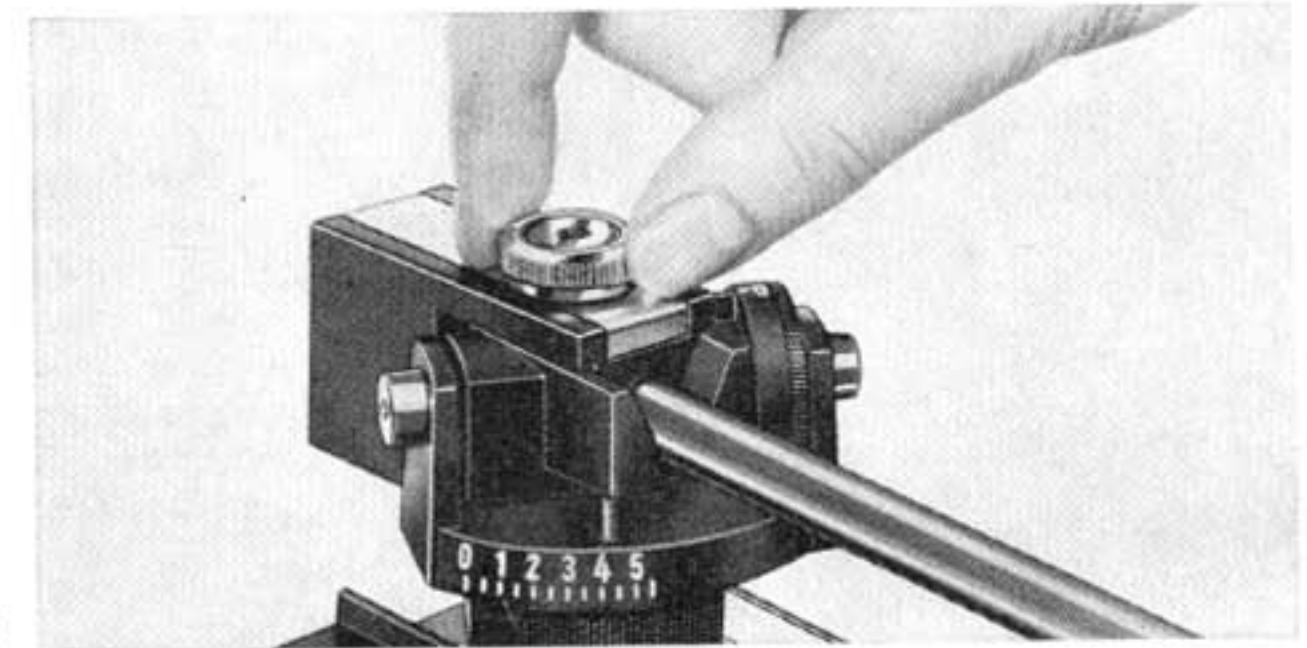
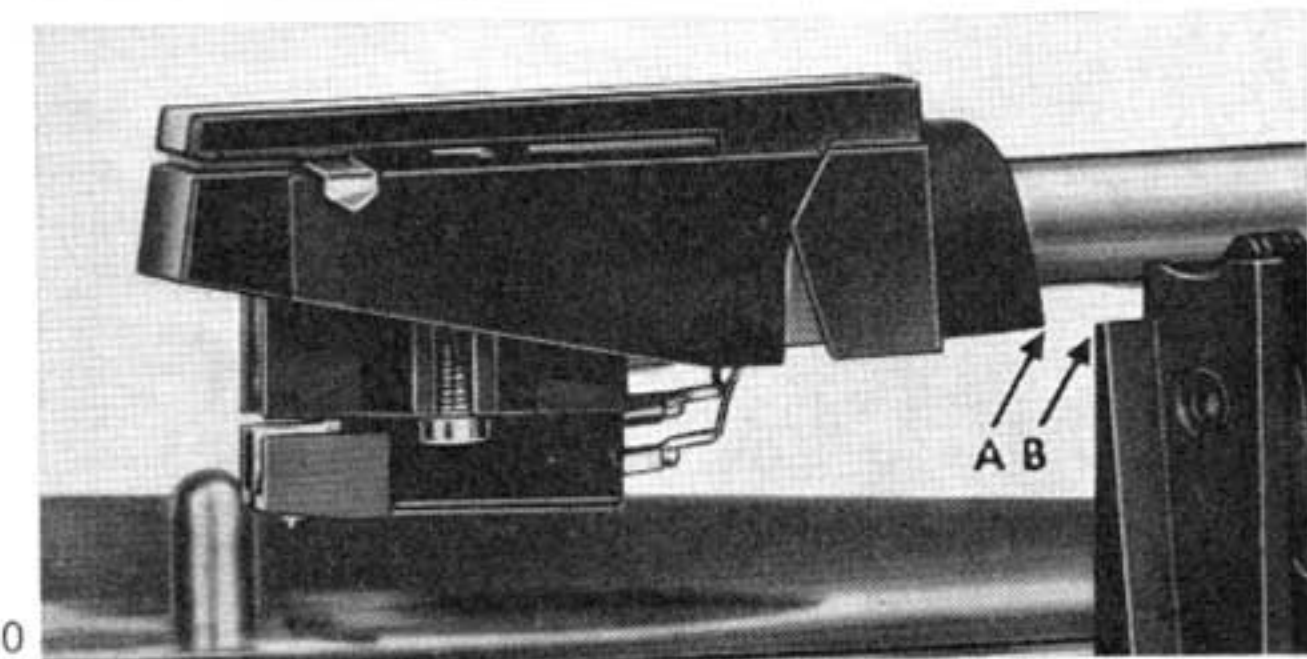

Fig. 9
Fig. 10
2. Der Tonarm wird entriegelt, von der Stütze abgehoben und das Tonarmausgleichsgewicht durch Drehen des Drehknopfes verschoben, bis sich die genaue Balance des Tonarmes ergibt (Fig. 9). Der Tonarm ist genau ausbalanciert, wenn Kante „A“ des Tonarmkopfes und Kante „B“ der Tonarmstütze auf gleicher Höhe sind (Fig. 10), oder wenn der Tonarm sich nach Vertikalbewegung wieder von selbst in die horizontale Lage einpendelt.
2. Set stylus force adjustment ③ and skating compensation ④ to "0".
3. Loosen inner lock screw of the counterbalance adjustment ② by turning it slightly to left.
4. Unlock tonearm, lift it off its resting post and turn counterbalance adjustment (fig. 9) until the tonearm is balanced and floats horizontally. The tonearm will be perfectly balanced when edges A on the tonearm head and B on the resting post are lined up as shown in fig. 10. (Perfect balance is, of course, especially important with very light tracking). Turning adjustment to left lowers tonearm head, turning it to right raises tonearm head.
2. Déverrouiller le bras de son support et déplacer le contre-poids par des rotations du bouton prévu à cet effet jusqu'à ce que l'on obtient l'équilibre parfait du bras (figure 9). L'équilibre du bras est parfait lorsque le bord "A" de l'embout du bras se trouve au même niveau que le bord "B" du support de bras (figure 10), ou si le bras revient par lui-même dans sa position horizontale après qu'il ait été balancé hors de cette position. Après équilibrage, rebloquer la vis à l'aide de la pièce de monnaie tout en maintenant le bouton de réglage. Un équilibrage précis est une condition indispensable lorsqu'on désire utiliser des cellules de lecture à faible force d'appui verticale. L'équilibrage s'effectue une fois pour toutes, à moins que vous ne changiez la cellule ultérieurement. Lors de l'équilibrage du bras, la touche de commande doit rester dans sa position neutre afin que le bras soit débrayé du dispositif automatique. Le cas échéant, tourner le plateau à la main dans le sens des aiguilles d'une montre jusqu'à ce que la touche de commande revient au repos.
2. Libere después la sujeción del brazo y sepárelo de su soporte. Girando suavemente el botón de ajuste (fig. 9) puede desplazar el contrapeso en ambas direcciones, según el sentido de giro del botón, consiguiendo con ello un equilibrio exacto del brazo. El equilibrio será correcto cuando el canto "A" de la cabeza fonocaptora se encuentre a la misma altura que el "B" del soporte (fig. 10), o cuando el brazo vuelva a adquirir su posición horizontal después de haberlo hecho oscilar verticalmente. Una vez comprobado el equilibrio del brazo habrá que apretar nuevamente la tuerca de fijación con ayuda de una moneda, sujetando simultáneamente la cabeza fonocaptora con la otra mano. El equilibrio exacto del brazo es de capital importancia cuando se utilizan cápsulas de pequeña fuerza de apoyo. El equilibrio del brazo permanece invariable mientras no cambie la cápsula. Al equilibrar el brazo la tecla de mando debe hallarse en su posición de reposo, de manera que aquél puede desacoplado de sus mecanismos de mando automático. Eventualmente puede hacerse pasar la tecla de mando a su posición de reposo haciendo girar el plato con la mano en el sentido de las agujas del reloj.